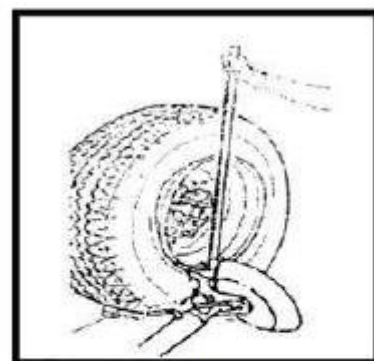

Рис. 10
- Переведите консоль (9) в нерабочее положение.
- Переведите консоль к внешней плоскости колеса и убедитесь в правильном положении монтажного пальца. В противном случае нажмите на стопор (14), поверните инструмент на 180°, опустите его и зацепите за консоль.
- Отрегулируйте взаимное положение монтажного пальца (13) и шины. Установите монтажный палец (13) между шиной и ободом. Вставьте монтажный палец (13) под борт шины и зацепите борт.
- Надавите на монтировку и опускайте колесо до тех пор, пока расстояние от обода до монтажной головки не достигнет 5 мм (рис. 10).